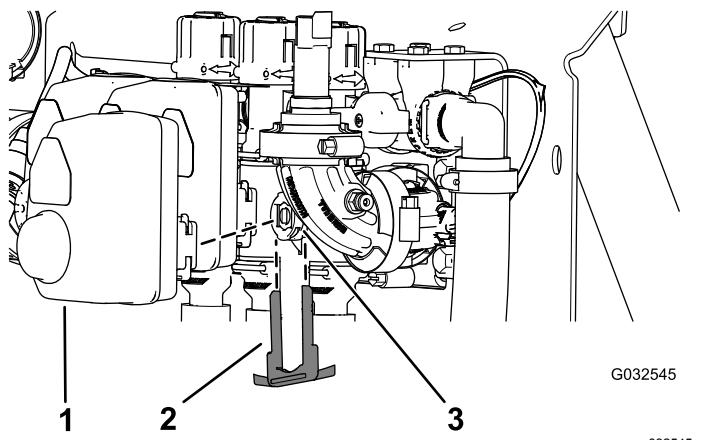

Figura 107
2. Retire la horquilla de retención que sujeta el actuador la válvula multivía (válvula de sección o válvula de agitación) (Figura 107).